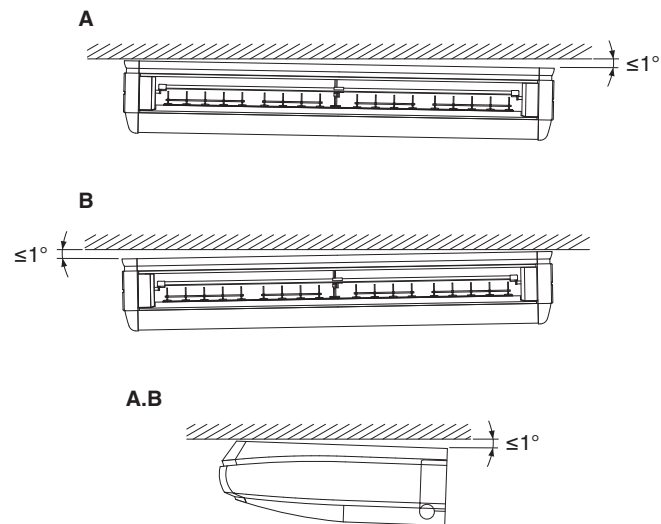

Fig. 12
- (5) Lors de la suspension de l'unité intérieure, assurez-vous d'utiliser le niveau pour avoir une meilleure évacuation et l'installer horizontalement. Si cela est possible sur le lieu d'installation, installez également de manière à ce que le côté de la tuyauterie d'évacuation soit légèrement plus bas. (Reportez-vous à la Fig. 12)